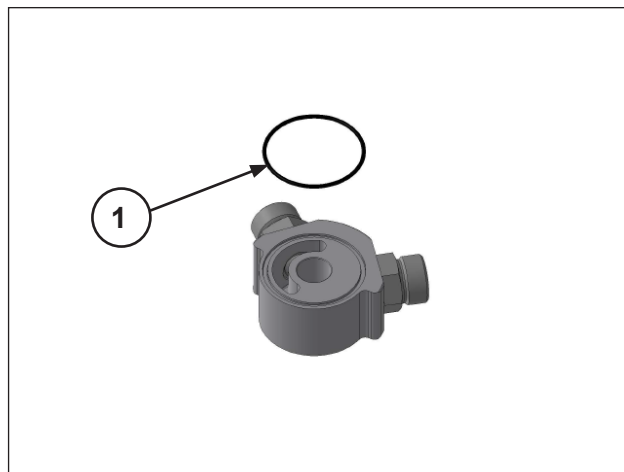

Рис. 129
Установите блок переходника воздушно-масляного теплообменника (поз. ①, Рис. 129) и откалибруйте крепежный винт с помощью динамометрического ключа, как указано в параграфе 3.